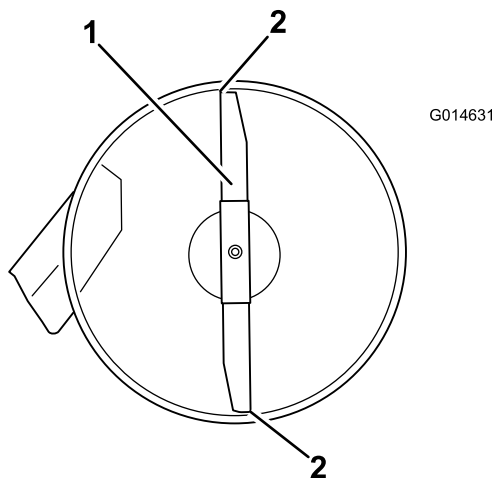
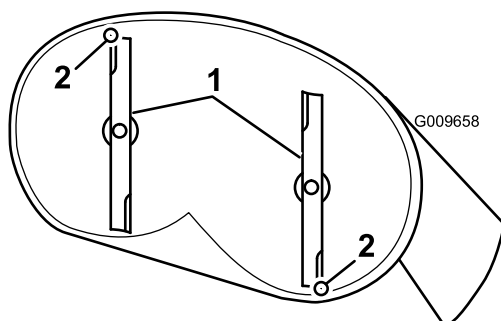
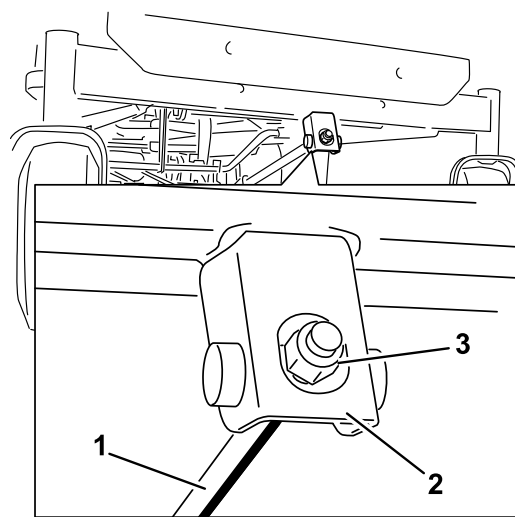

Figura 63
Figura 64
Figura 65
4. Gire cuidadosamente las cuchillas colocándolas en el sentido de avance de la máquina (Figura 63 y Figura 64).
5. Mida entre la punta de la cuchilla delantera y la superficie plana, y entre la punta de la cuchilla trasera y la superficie plana (Figura 63 y Figura 64).
6. Para ajustar la inclinación longitudinal, gire la tuerca de ajuste de la parte delantera del cortacésped (Figura 65).
9. Después de realizar el ajuste, compruebe de nuevo la inclinación longitudinal, y siga ajustando la tuerca hasta que la punta de la cuchilla delantera esté entre 1,6 y 7,9 mm más baja que la punta de la cuchilla trasera (Figura 64 y Figura 65).